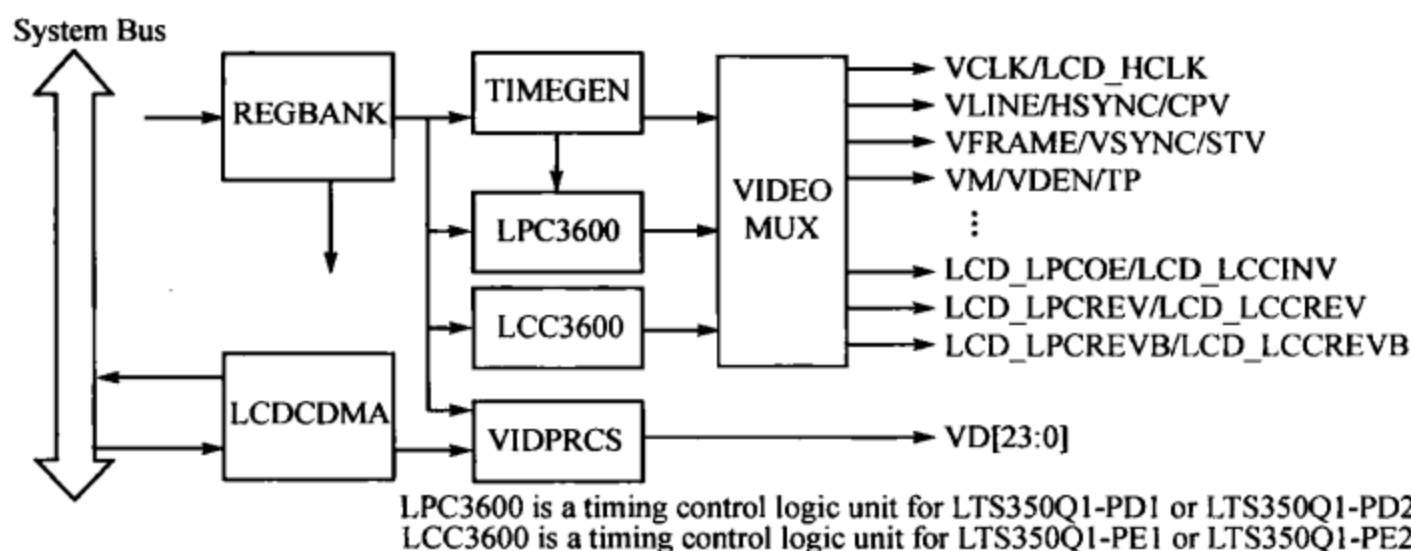

图 12-4 LCD 控制器硬件组成框图
1. S3C2440 内部 LCD 控制器硬件结构(图 12-4)